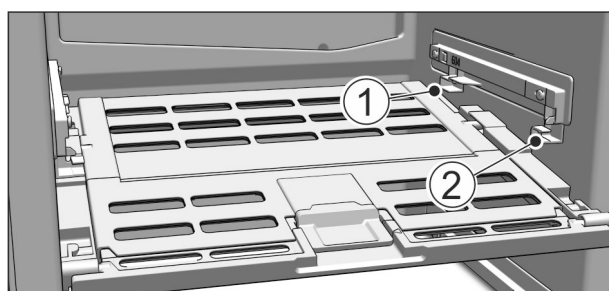

Fig. 75
- ▶ Vstavite pokrov Fruit & Vegetable-Safe: Prečke od spodaj vstavite v zadnje držalo Fig. 75 (1) in spredaj zapnite v držalo Fig. 75 (2).